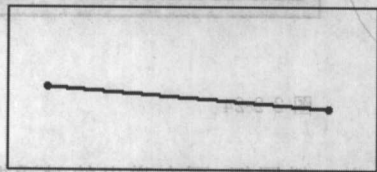
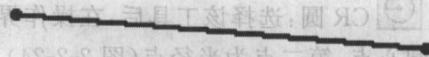

图 2-2-29
图 2-2-28
(13)  橡皮工具: 此工具主要用来删除点或线段。选中该工具后, 靠近想要删除的点或线, 使要删除的点或线被选中(变红), 单击左键即可删除(图 2-2-28)。或者在要删除的点线上用左键拉出一矩形框, 使所有要删除的点线包含在这个矩形框中, 松开左键即可删除这些点线(图 2-2-29)。